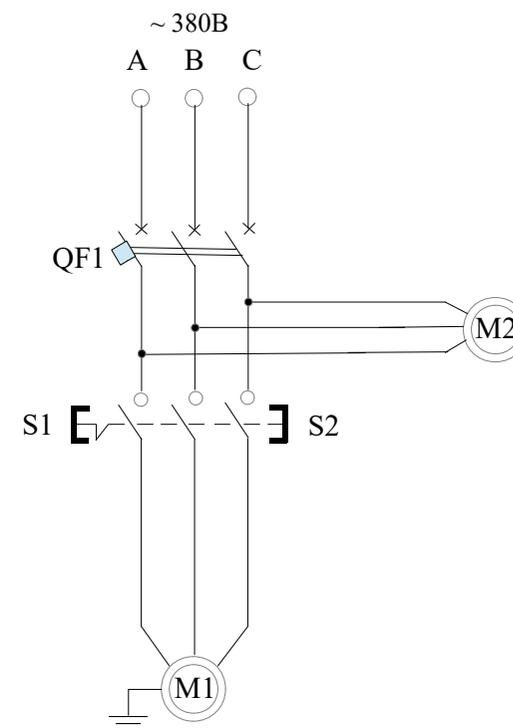

Рис. 2. Схема электрическая принципиальная станка заточного с вытяжкой мод. ЗСВ25.
1.2.4. Схема электрическая принципиальная приведена на рис. 2.
1.2.5. Перечень элементов электрооборудования, указанных на рис. 2, приведён в табл. 2.
1.3.4. Электрооборудование станка рис. 2 обеспечивает с помощью вводного автомата QF1 его подключение к питающей электросети, пуск и остановку центробежного вентилятора вытяжного устройства, а кнопками S1 («Пуск» или «ON») и S2 («Стоп» или «OF») пуск и остановку точила. При работе центробежного вентилятора создаётся разряжение воздуха в зоне заточки режущего инструмента, вместе с воздухом частицы абразивной и металлической пыли засасываются через гибкие отводящие трубки 11 в воздухоборник 1. Попадая в воздухоборник 1, крупные частицы пыли оседают на его дне; а более мелкие летучие частицы, проходя вместе с воздухом через фильтр 12 остаются на его поверхности (внутри воздухоборника), а очищенный воздух отводится центробежным вентилятором 13 в рабочее помещение.